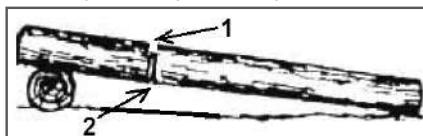

Рис. 17 Пропилы при раскряжевке дерева на одной опоре
- Бревно лежит на одной опоре (Рис. 17). Разгрузочный пропил (1) на 1/3 бревна делается сверху. Основной пропил (2) делается снизу навстречу разгрузочному пропилу.